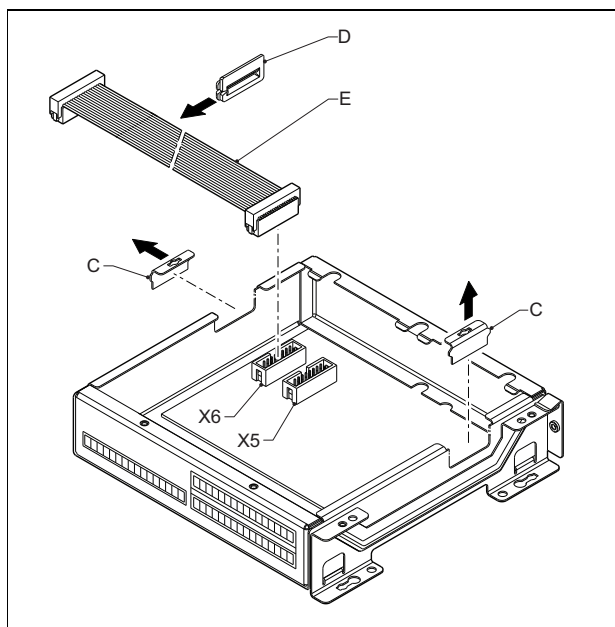
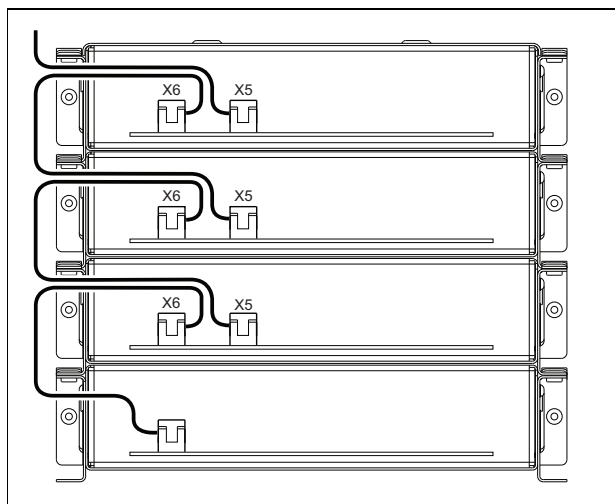
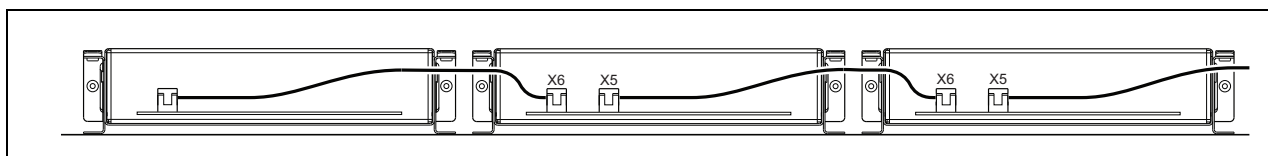

figure 20.9: Retrait d'entrée défonçable
figure 20.10: Guidage de câble plat (modules empilés)
figure 20.12: Guidage de câble plat (modules juxtaposés)
- 2 Retirez les entrées défonçables de câble (C) pour les passants dans les modules (voir figure 20.9). Tout dépend de la façon dont vous voulez positionner les modules (empilés, voir figure 20.10 ou juxtaposés, voir figure 20.12).
- 3 Placez le passant (D) sur les câbles plats (E).
- 5 Guidez le câble plat à l'autre module (voir figure 20.10 ou figure 20.12) et insérez le passant dans l'orifice défonçable.
Si les modules ne sont pas empilés mais juxtaposés, remplacez le cache supérieur sur chacun des modules (voir figure 20.12).